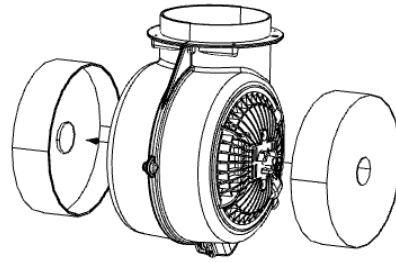

Fig. 13
Utskifting av kullfilter (Fig.13)
3. Fjern kullfiltrene i ventilatoren som står på begge sider av motoren (Fig.13), ved å skru dem mot klokken.